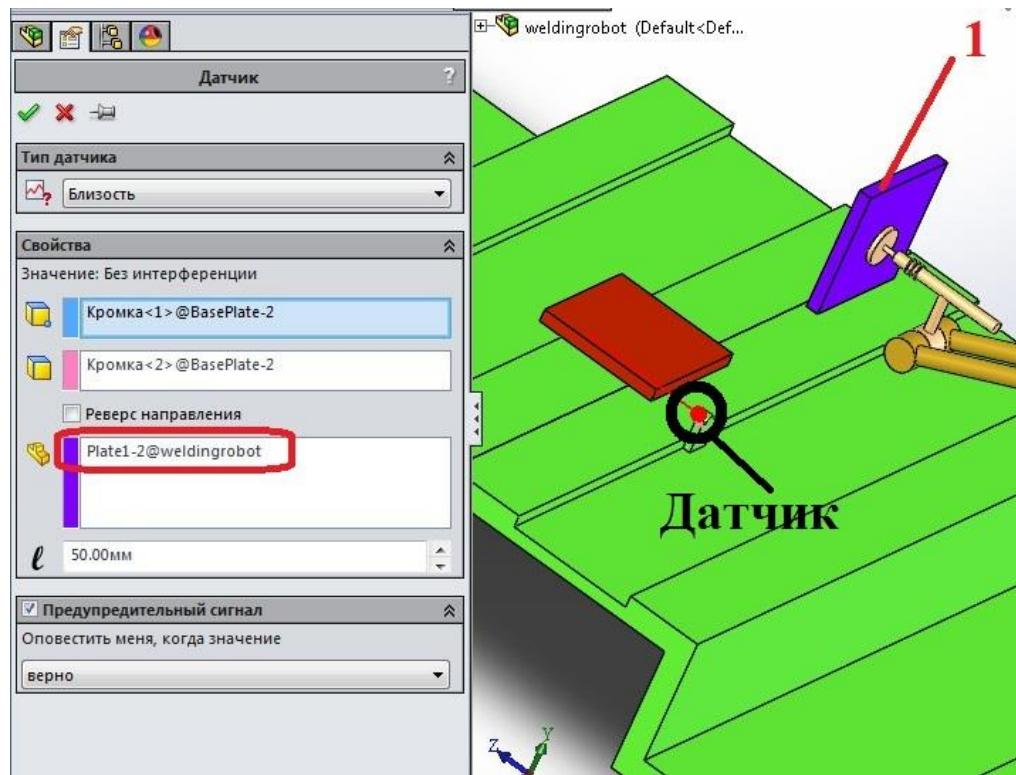

Рис. 5. Створення датчика
3.1. У дереві побудови вибрати **Sensors** та додати датчик **Add Sensor**. Вибрать параметри як показано на рис.5.
Датчик визначає момент, коли відстань між датчиком і пластиною (поз. 1 рис.5) буде рівна 50 мм. Цей датчик, будучи використовуваним в тригерах, запускає виконання першої задачі.